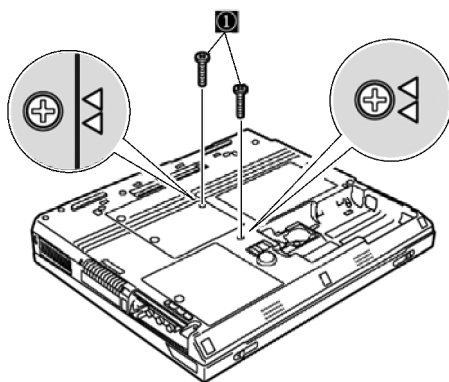

图 2-67 拆下键盘螺钉
1) 首先将背盖上的两颗键盘螺钉“①”拆下,如图 2-67 所示。